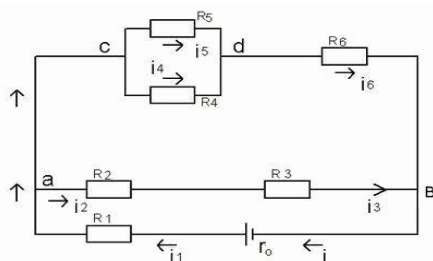

рис. 1
2. В схеме, приведенной на рис. 1, известны параметры источника и резисторов.
Напряжение  $U_{CD}$  (схема рис. 1):  $U_{CD} = I_{456} \cdot R_{45} = 1 \cdot 20 = 20 \text{ В};$